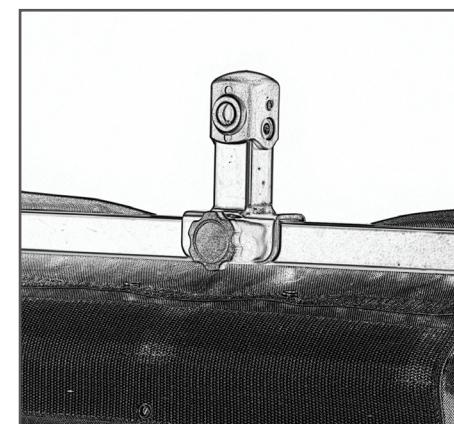

図32
- ねじ込み定着ノブをブラケットの底部の穴に挿入してしっかりと締めます(図32)。